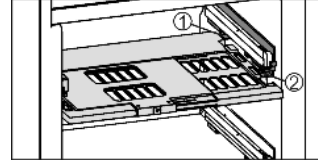

Fig. 12
- ▶ Nem ayarlama plakasını takma: Tavan çitalarını alttan arka tutucuya *Fig. 12 (1)* yönlendirin ve önden tutucunun *Fig. 12 (2)* içine oturtun.